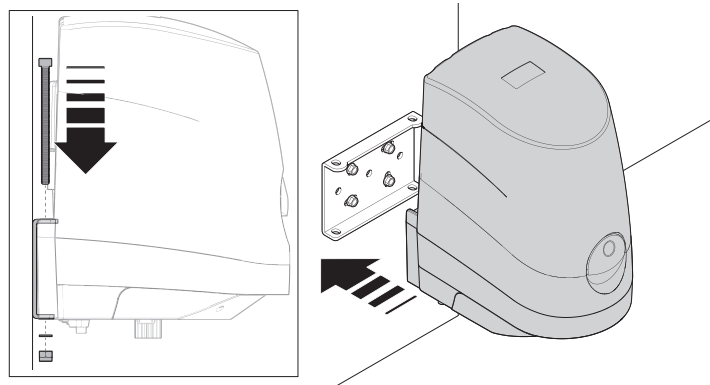

Fig. 7
01. Fijar el motorreductor al soporte como se muestra en la **fig. 7** utilizando los tornillos, arandelas y tuercas suministrados;